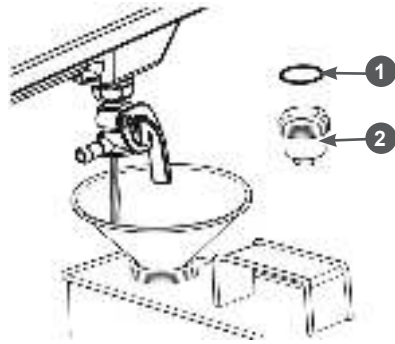

Рис. 24 Слив топлива с топливного бака
- откройте стакан 2 отстойника (Рис. 24);
- откройте топливный кран и слейте топливо в подготовленную для этого ёмкость (Рис. 24);
- установите на место стакан отстойника. Перед установкой убедитесь в том, что уплотнительное кольцо 1 находится на месте и не повреждено (Рис. 24).